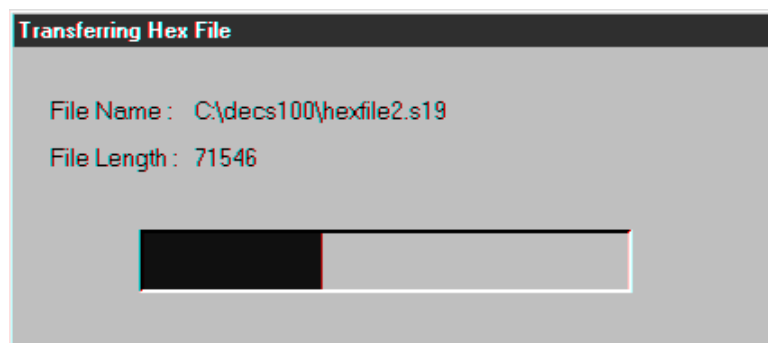

Abbildung 5-26. Fortschritt des Dateitransfers
6. Wählen Sie die entsprechende Datei für das Hochladen und klicken Sie die Schaltfläche Öffnen, um den Transfer zu starten. Es wird ein Dialogfenster angezeigt (Abbildung 5-26), das den Fortschritt des Dateitransfers anzeigt.